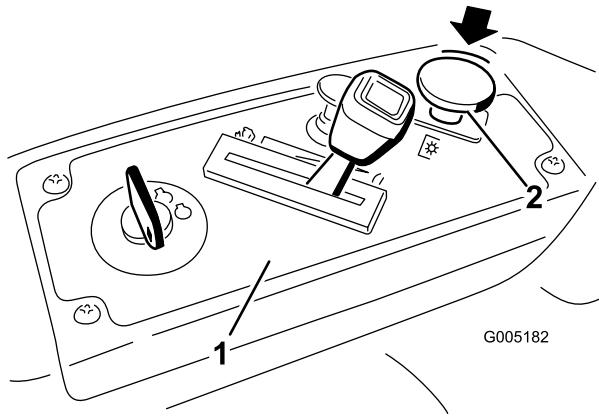

Figura 15
Presione hacia abajo del mando de control de las cuchillas para desplazarlo a la posición de Desengranado y desengranar las cuchillas (Figura 15).
- Desengrane las cuchillas moviendo el mando de control de las cuchillas a Desengranado (Figura 15).
- Ponga el acelerador a un punto entre Rápido y velocidad media (Figura 15).